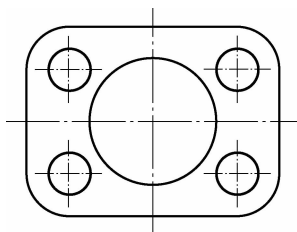

图 2-21 绘制垫片的中孔和小孔
- (2) 利用“圆”命令绘制垫片的中孔和小孔，如图 2-21 所示。命令行提示如下：